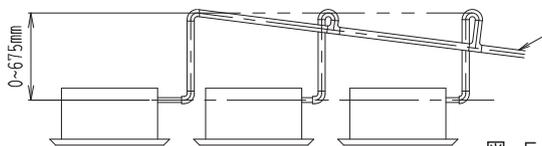

図 5
- 集中ドレン配管を行う場合は、1/100以上の下り勾配を付け、空気だまりのないようにしてください。（図5参照）